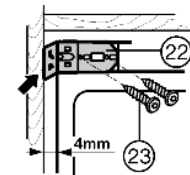

Fig. 11
- ▶ Avvitare la squadra di fissaggio Fig. 11 (22) con le viti Fig. 11 (23).